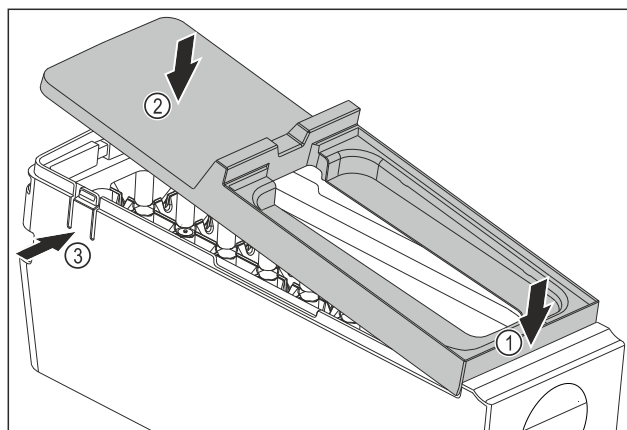

Fig. 109
- ▶ Montare la copertura del corpo dell'EasyTwist-Ice: Applicare la copertura sul davanti. Fig. 109 (1)
- ▶ Abbassare la copertura sul retro. Fig. 109 (2)
- ▷ La copertura si innesta in entrambe le linguette Fig. 109 (3) in modo udibile.